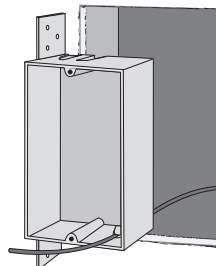

figure 11
1. Introduire le fil bas voltage dans la boîte de montage par l'une des ouvertures désignées, et fixer la boîte à l'intérieur du mur à l'emplacement déterminé (**figure 11**).